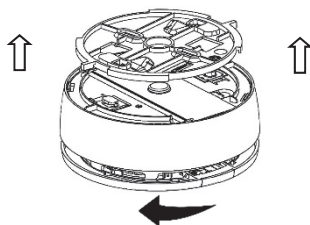

Figura 9
9. Para instalar el detector en el soporte de montaje, alinear el soporte con la base de la unidad, introducir los ganchos de la base en los orificios del soporte y girar el detector en sentido horario (ver la Figura 9).